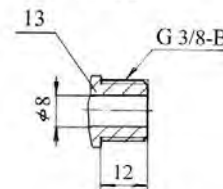

Рис. 3
- Подсоедините рукав 3 к испытываемой гидравлической системе, в которой должен быть установлен штуцер 13 с ответной частью для подсоединения рукава 3 (рис. 3).